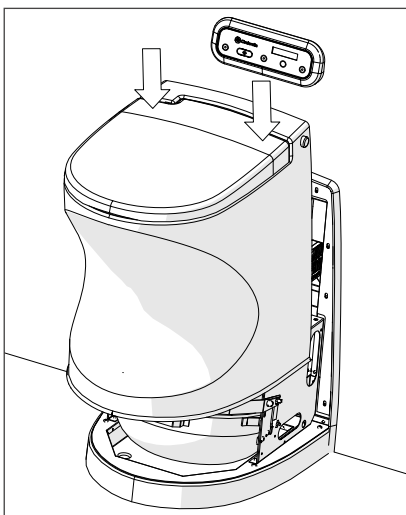

Abbildung 7
10. Senken Sie die Schale ab, indem Sie beide Hände gegen den hinteren Teil der Oberseite des Toilettendeckels drücken (Abbildung 7). Achten Sie darauf, dass der Rahmen in der Toilettenwand (die weiße Verkleidung) den Rand der Schale umgibt.